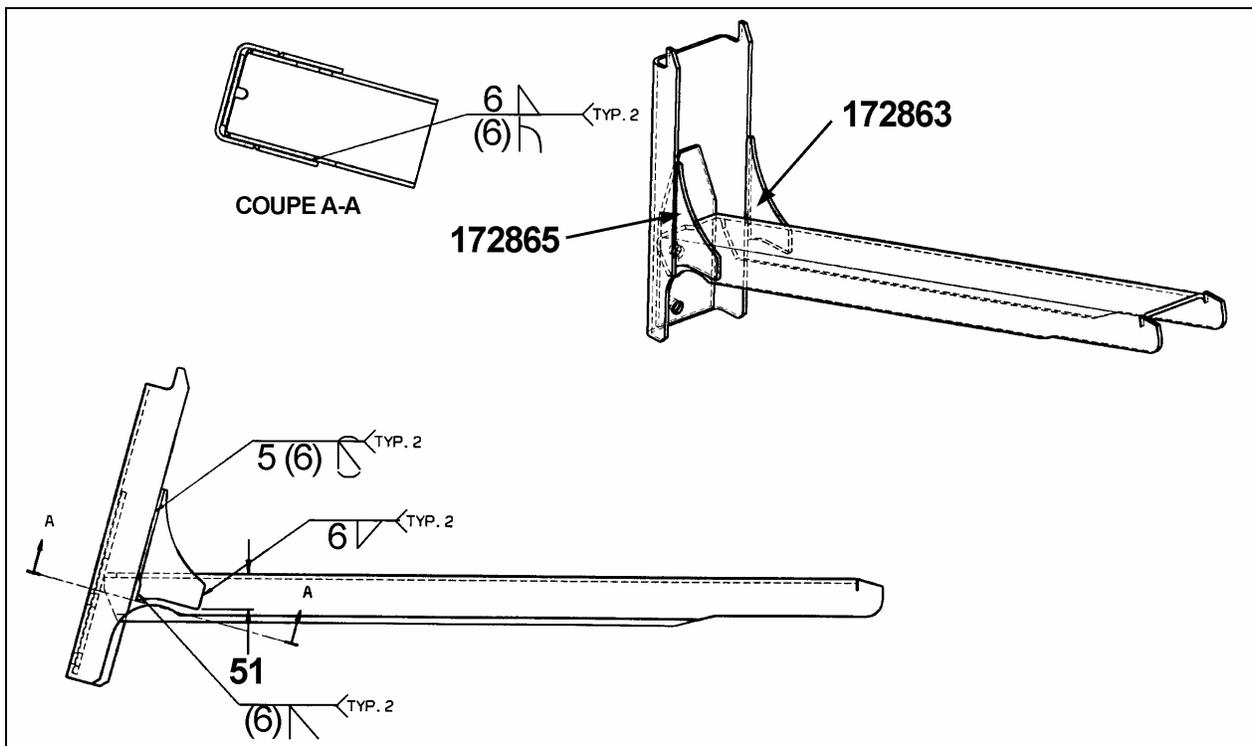

FIGURE 3 : SPÉCIFICATIONS DE SOUDURE
3. Vérifier si le support de la barre Panhard est fissuré, vérifier si les fissures sont superficielles en meulant la zone affectée pour faire disparaître la fissure. Si la fissure est superficielle, gouger ou meuler jusqu'au métal sain puis souder la fissure en vous référant au paragraphe : **Soudure acier - acier**. Ajouter les pièces de renfort en vous référant aux cotes de soudure de la figure 3.
4. Si le support de la barre Panhard n'est pas fissuré, ajouter les pièces de renfort en se référant aux cotes de soudure de la figure 3.
5. Souder les pièces de renfort tel que montré à la figure 3 en suivant les spécifications indiquées au paragraphe : **Soudure acier – acier**.